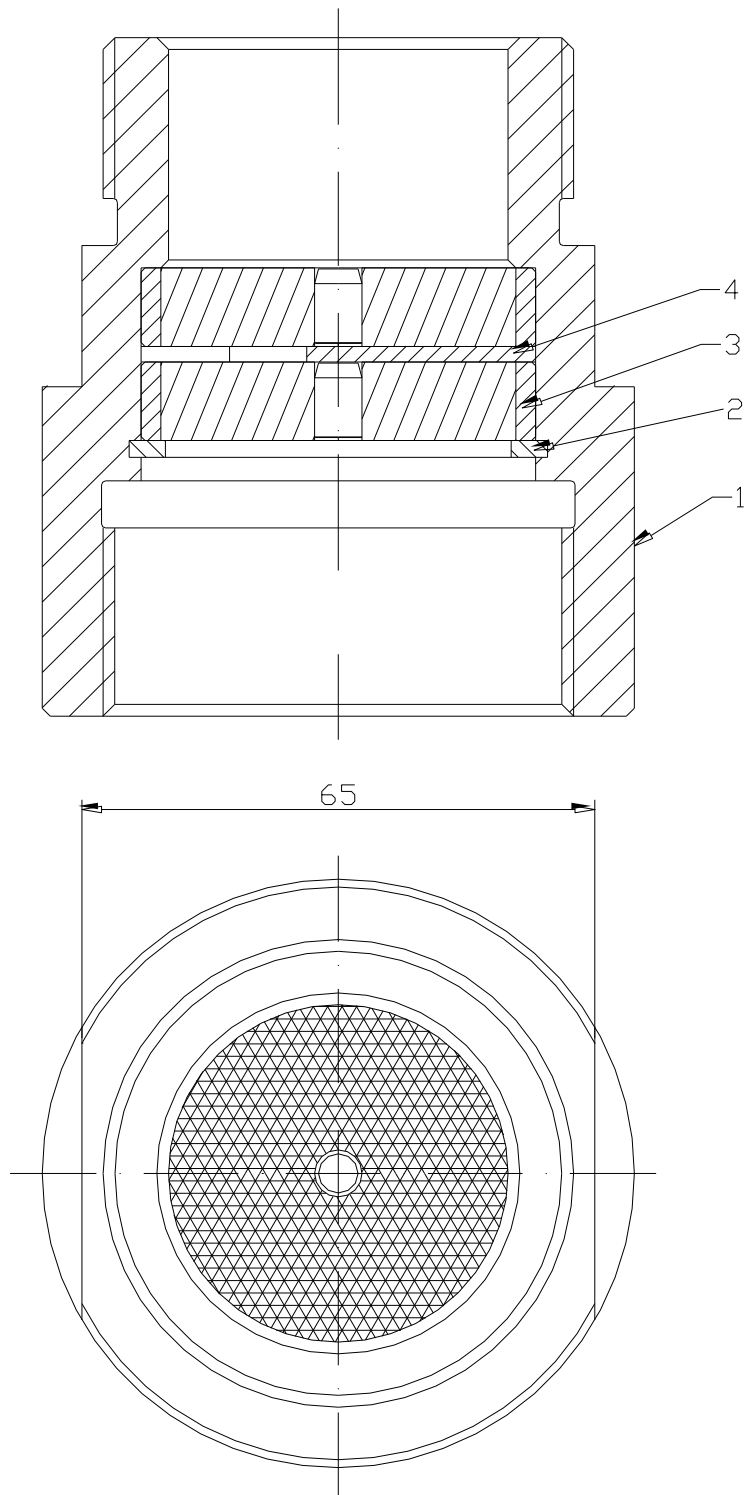

Bild 1
(siehe Bild 1)
- Bestellnummer (Position siehe **Bild 1**)